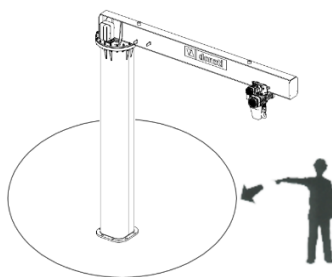

fig. 16
3. Comprobar la idoneidad de los espacios de maniobra (rotación) a disposición de la grúa giratoria, máxime si opera en áreas donde están presentes otras grúas u otras máquinas operadoras (fig. 16)